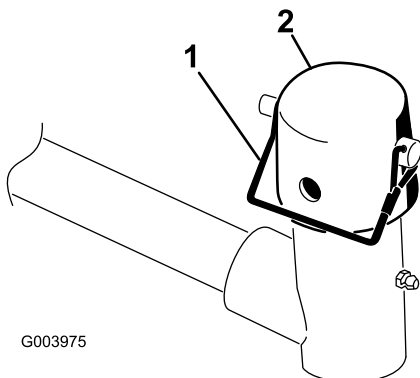

**Figura 8**
**Importante:** Nas unidades de corte n.º 4 (frontal esquerda) e n.º 5 (frontal direita) (Figura 6), utilize as porcas de montagem do suporte da barra para instalar os guias de tubos na frente dos separadores da unidade de corte (Figura 7). Os guias de tubos devem inclinar para a unidade de corte central (Figura 7 e Figura 8).